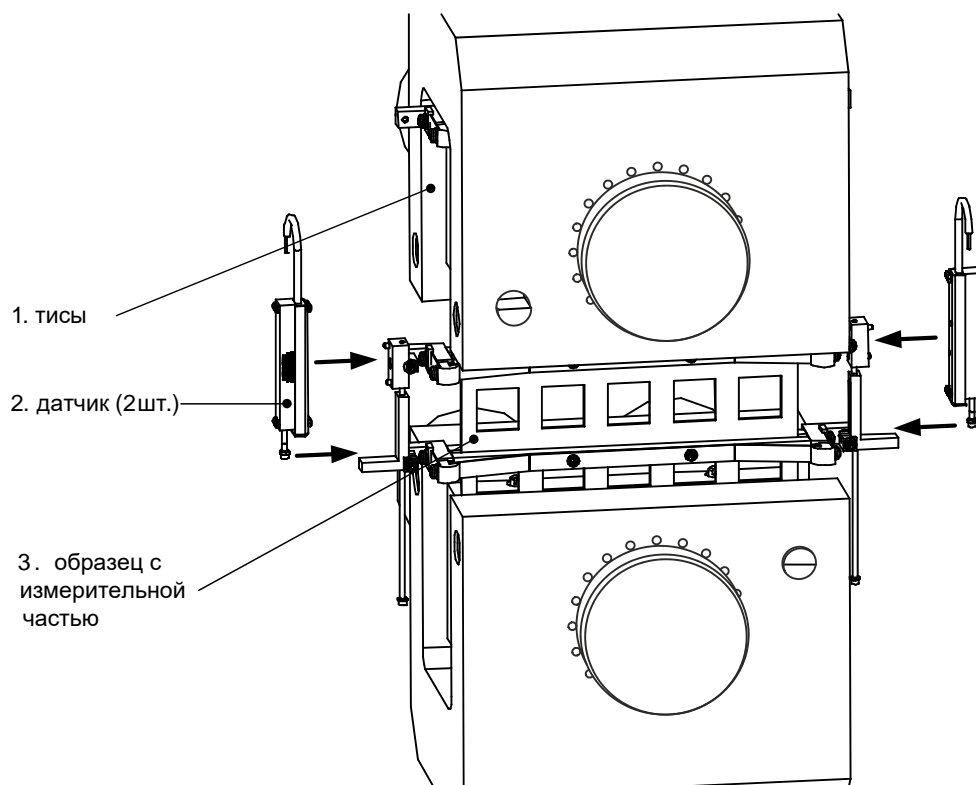

Рисунок 4 – Установка образца в тисы
4.3.3.1 Установить образец с измерительной частью (3) в тисы (1), следя, чтобы образец располагался посередине тисов (см. рисунок 4, страница 7). Прижим верхний укладывается на губки тисов и удерживает образец от сползания.